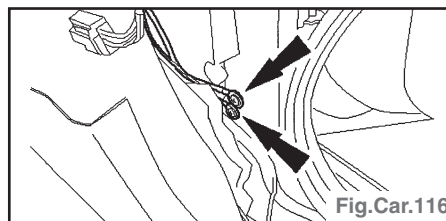

Fig.Car.116
- Débrancher les connexions de masse du montant **A** (Fig.Car.116).